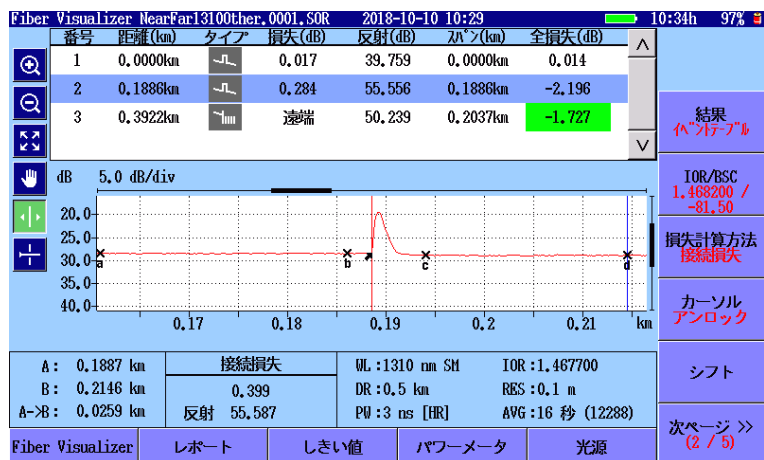

図 5.6.1-3 Fiber Visualizer の波形画面
11. 波形を確認するには、図 5.6.1-2 左下の [波形] をタッチします。